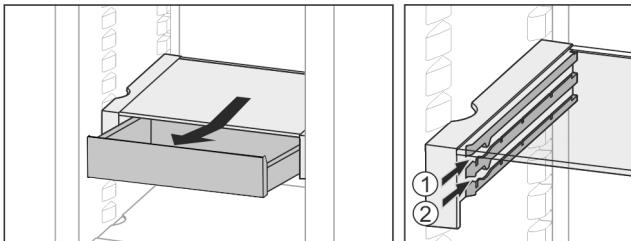

Fig. 60
- Вставьте на любой высоте Fig. 60 (1) или Fig. 60 (2).